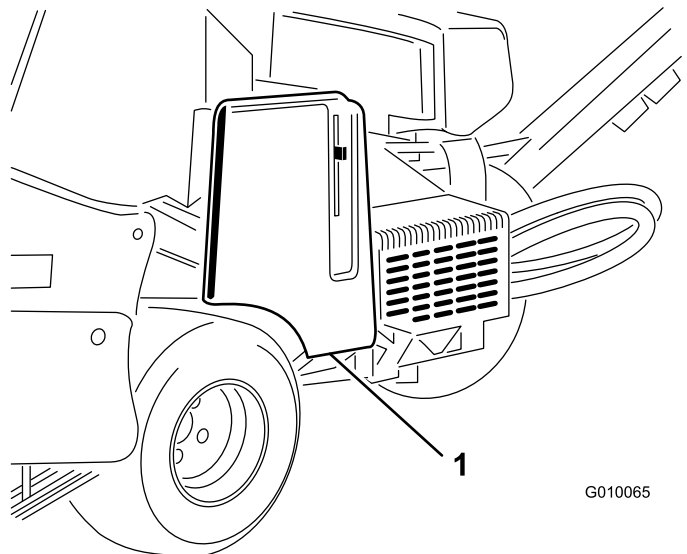

Figura 55
2. Destrancue e retire a cobertura da correia (Figura 55).
2. Destranque e retire a cobertura da correia (Figura 55).